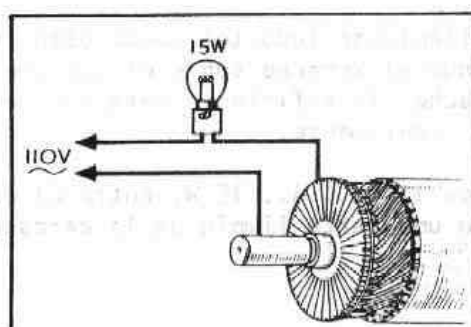

Fig. N2-20 Comprobación del aislamiento del inducido
3.1.1. Conectar los terminales de una lámpara de 110 o 220 voltios y 15 watos entre cada una de las delgas y el eje del inducido (Fig. N2-20).